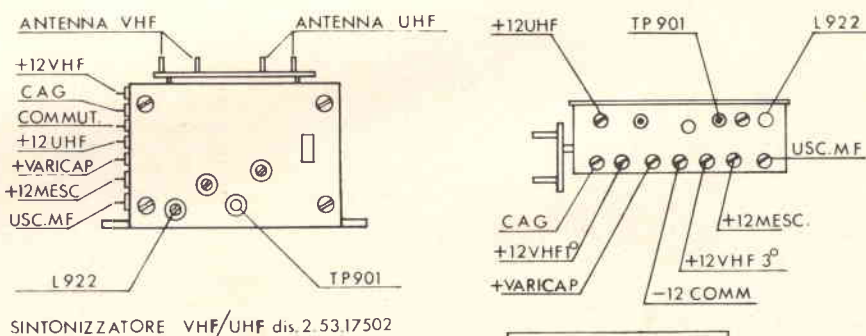

Fig. 4 - Punti di controllo e collegamenti del sintonizzatore VHF/UHF.
- h) Collegare il wobbolatore UHF con l'uscita adattata a 300 Ω bilanciati, ai morsetti di antenna UHF (fig. 4).